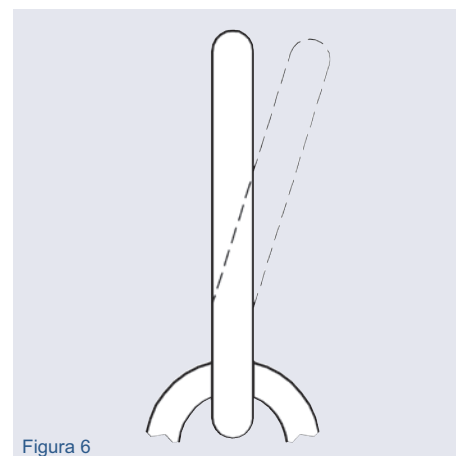

Figura 6
- Anilla de elevación deformada (Figura 6)